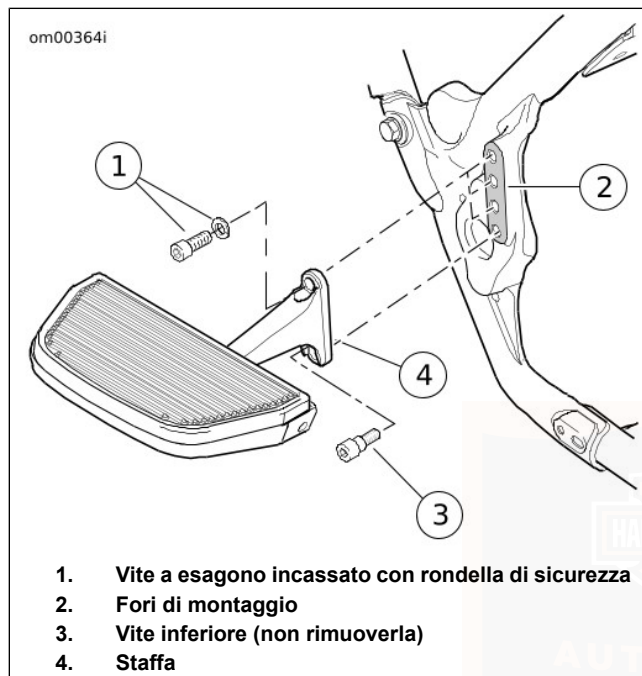

Figura 23. Pedana del passeggero
1. Vedere Figura 23. Rimuovere la vite a esagono incassato con rondella di sicurezza (1) dalla parte superiore della staffa del poggiapiedi/della pedana (3).